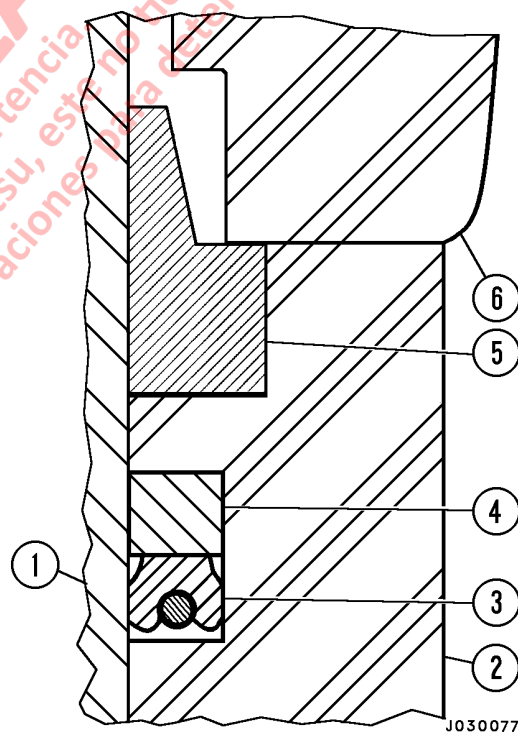

FIGURA 3-6. INSTALACIÓN DEL SELLO DEL CUERPO DE LA VÁLVULA
1. Instale el sello Poly-Pak (3, Figura 3-6) en la ranura del sello primero. Coloque el sello en la ranura de manera que el O-ring interno dentro del sello Poly-Pak esté boca abajo, en dirección a la parte inferior de la válvula.